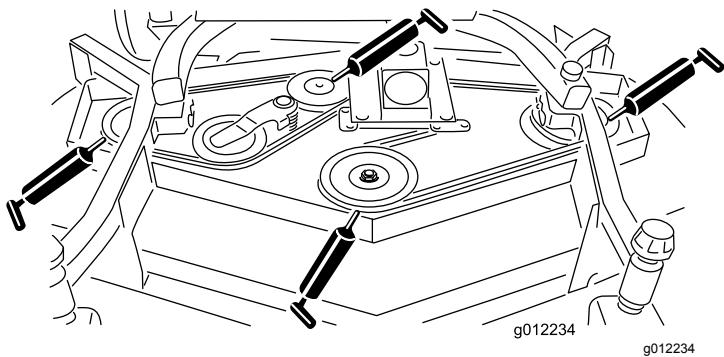

Bild 17
- Spindelwellenlager (3) (unter der Riemenscheibe) (Bild 17)
- Lager der Spannarmwelle (Bild 17)